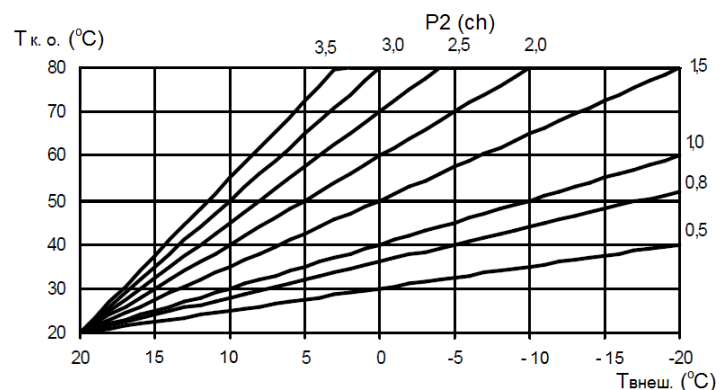

Рис. 3 График зависимости температуры в контуре отопления от внешней температуры при комнатной температуре $20\text{ }^{\circ}\text{C}$
- с помощью изменения значений параметра подобрать наиболее оптимальную температуру теплоносителя в контуре отопления (см. рис. 3). Нижняя точка температурной кривой